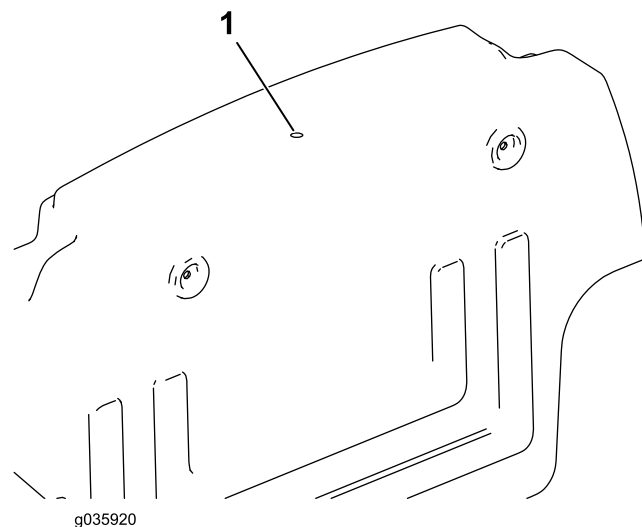

Bild 6
1. Bohren Sie ein 8 mm großes Loch 15 mm von der Mittellinie des Schotts in der Mitte des Schotts (Bild 6).